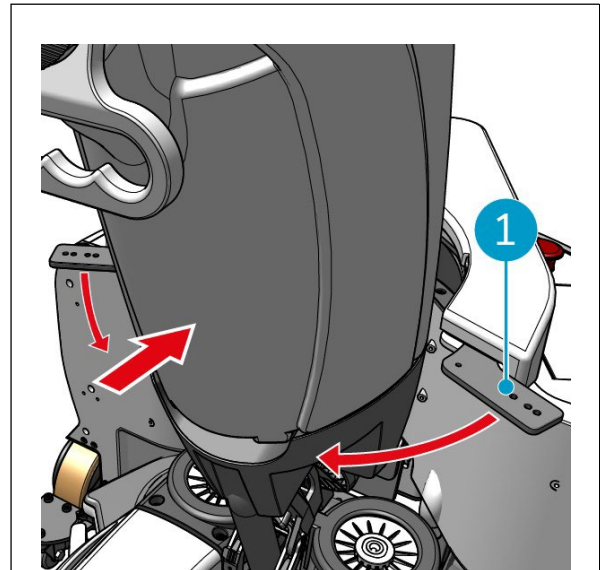

Figura 20
4. Cierre el anillo de fijación (figura 20, pos. 1) alrededor del i-mop XL.